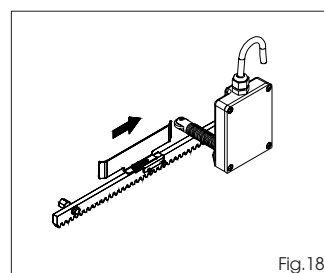

Fig.18
- 5) Faire glisser la plaquette sur la crémaillère dans le sens d'ouverture (Fig. 18). Dès que la led du fin de course d'ouverture présente sur l'armoire électronique s'éteint, faire avancer la plaquette d'environ 20÷30 mm et la fixer provisoirement sur la crémaillère avec les vis fournies.